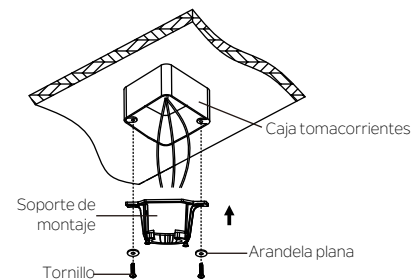

Fig. 5
Paso 1. Antes de conectar el ventilador a la caja tomacorrientes (no está incluido), debe comprobar de que la caja tomacorrientes esté firmemente sujeta en al menos dos puntos a un miembro de techo estructural (una caja suelta hará que el ventilador se tambalee). Pase los cables de suministro de 120 voltios desde la caja tomacorrientes del techo a través del centro del soporte de montaje en el techo. Instale el soporte de montaje en la caja tomacorrientes en el techo con los tornillos y arandelas incluidos con la caja tomacorrientes (Fig. 5)